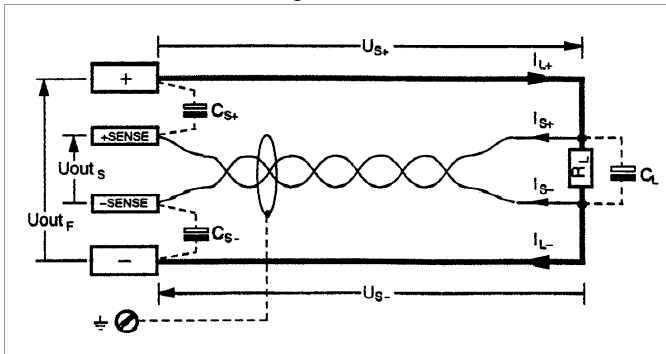

Bild 5.2 Lastanschluss mit Fühlerbetrieb
- Für den Betrieb mit Fühlerleitungen gelten die **im Bild 5.2** und unter **Elektrische Daten** aufgeführten **Parameter** und **Grenzwerte**.
- Durch je einen Kondensator (C_{S+} , C_{S-}) zwischen **SENSE-** und **Ausgangsklemme** (siehe Bild 5.2) können Sie den Regelschwingungen entgegenwirken.